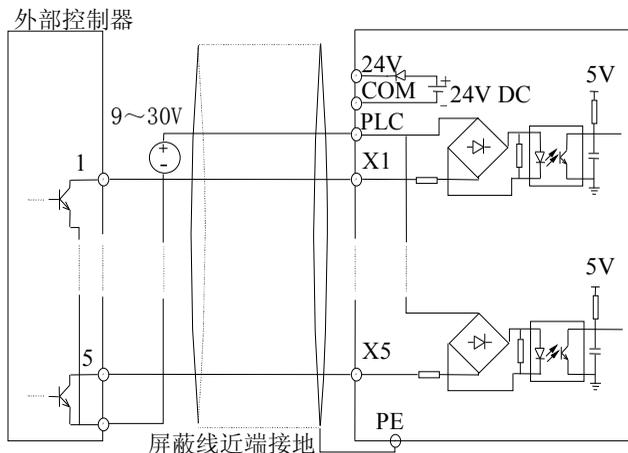

图 2-16 使用外部电源的源极连接方式
3) 使用外部电源的源极连接方式：（注意去除PLC与24V端子间的连接线），如图2-16所示。